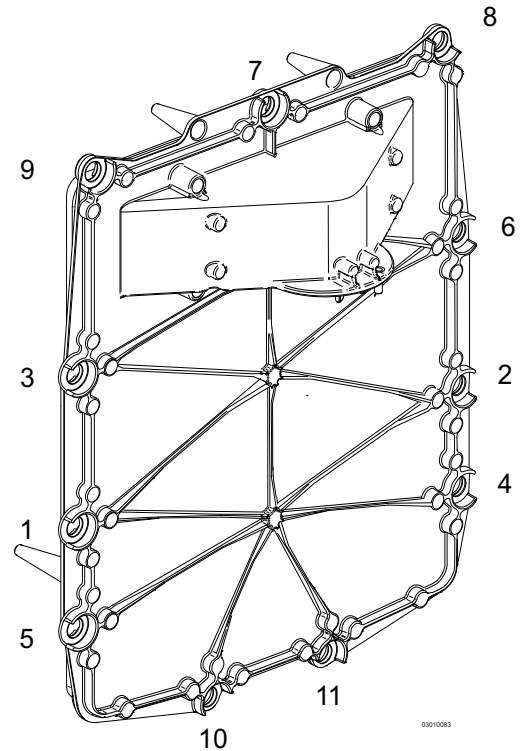

Abb. 85: Reihenfolge für das Anziehen der Pass-Schrauben
- ➔ Ziehen Sie die Pass-Schrauben gem. der in Abb. 85 angegebener Reihenfolge gleichmäßig kreuzweise von Hand an (10-12 Nm).